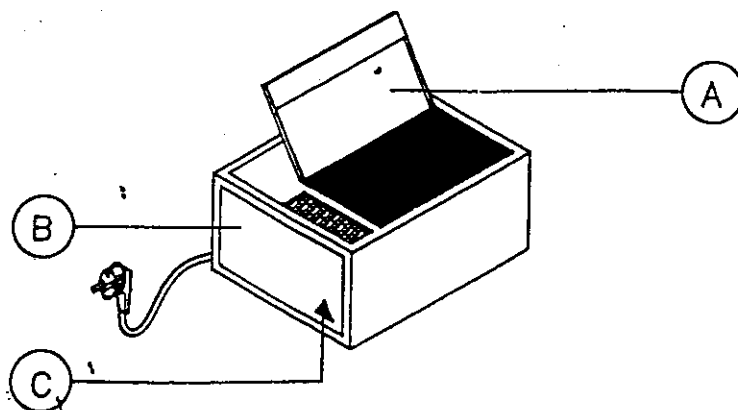

FIG. 3
1.4 Dispositivi di sicurezza (Fig. 3)